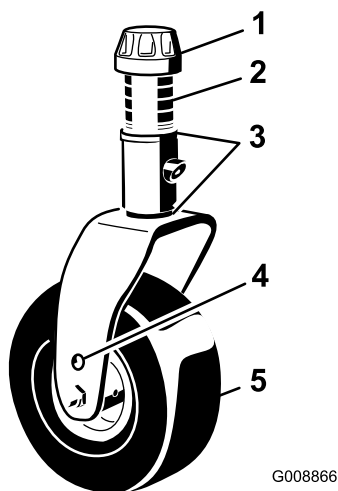

Figura 27
3. Ajuste os calços de 3 mm na(s) forquilha(s) da roda giratória de forma que coincidam com altura de corte fixada no autocolante (Figura 27); consulte Ajuste da inclinação da plataforma do cortador \(página 80\).